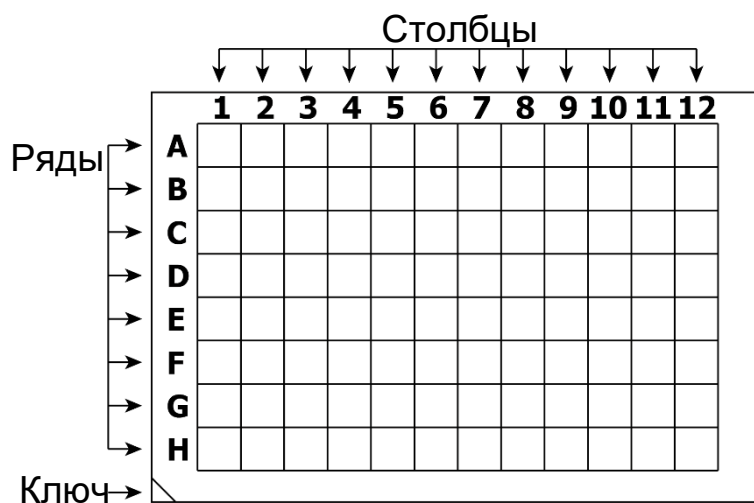

Рисунок 9 – Схема картриджа с реагентами
- Картриджи с реагентами следует устанавливать на рабочий стол таким образом, чтобы ряд «А» картриджа (см. рисунок 9) располагался ближе к задней части станции, а «ключ» картриджа⁵ (см. рисунок 9) совпал с усечённым штырём на посадочном месте, расположенным на рабочем столе.